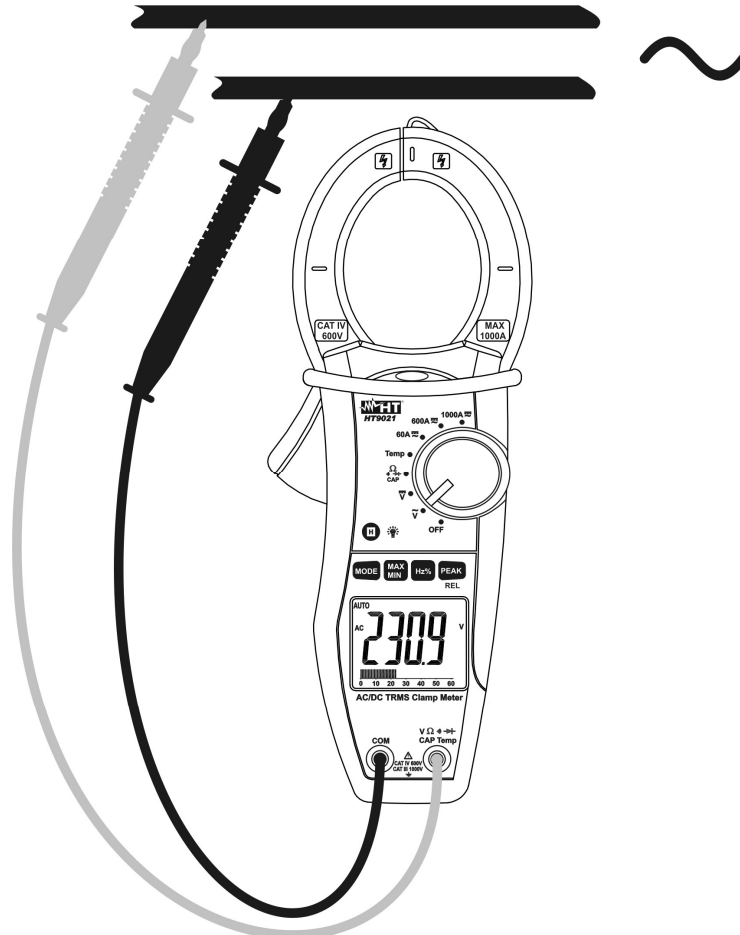

Fig. 3: Uso da pinça na medição de Tensões CA
3. Inserir o cabo vermelho no terminal de entrada $V\Omega \cdot \tilde{V} \rightarrow \text{CAP Temp}$ e o cabo preto no terminal de entrada **COM** (Fig. 3)